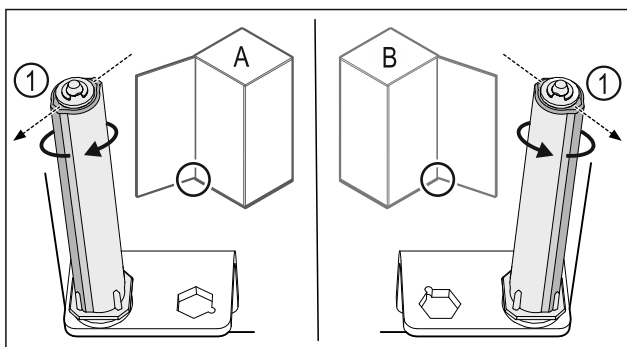

Fig. 41 Levý doraz (A) / pravý doraz (B)
- Otáčejte uzavíracím systémem proti odporu, dokud nebude lamela uzavíracího systému Fig. 41 (1) ukazovat směrem ven.